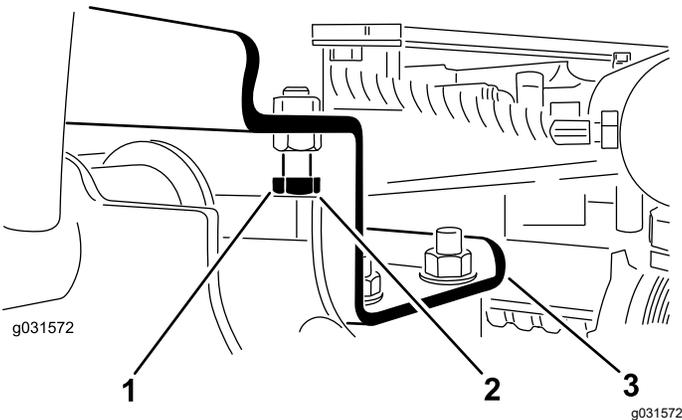

图 13
- A. 拧松止动螺栓图 13。
2. 确保各个提升臂与止动螺栓之间的间隙介于 0.131.02mm 之间如图 13 所示。